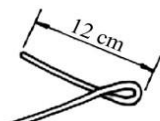

Figura 23
- c1) Doblar el alambre formando un eslabón, con una distancia de 12 cm (Figura 23).